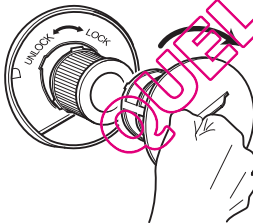

Abb. 26
- Setzen Sie das Filtersieb durch Drehen im Uhrzeigersinn wieder ein (Abb. 26).